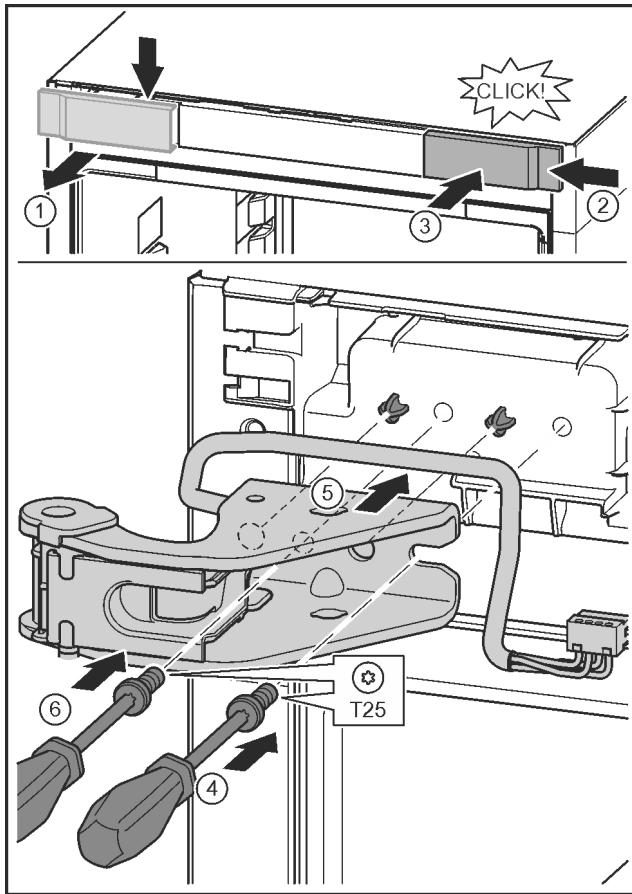

Fig. 28
- ▶ 松开盖板并从侧面取下。Fig. 28 (1)
- ▶ 将盖板旋转 180° 至另一侧从右边挂上。Fig. 28 (2)
- ▶ 插入盖板。Fig. 28 (3)
- ▶ 用 T25 螺丝刀装上螺钉。Fig. 28 (4)
- ▶ 装上方的托架。Fig. 28 (5)
- ▶ 旋紧螺钉。Fig. 28 (4)
- ▶ 用 T25 螺丝刀安装并旋紧螺钉。Fig. 28 (6)